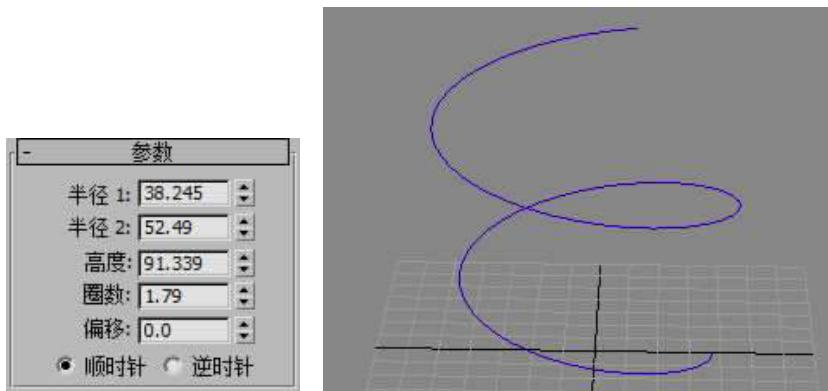

图 2-34 螺旋线参数
方向按钮设置螺旋线的旋转是顺时针 (CW) 还是逆时针 (CCW)。如图 2-34 示。